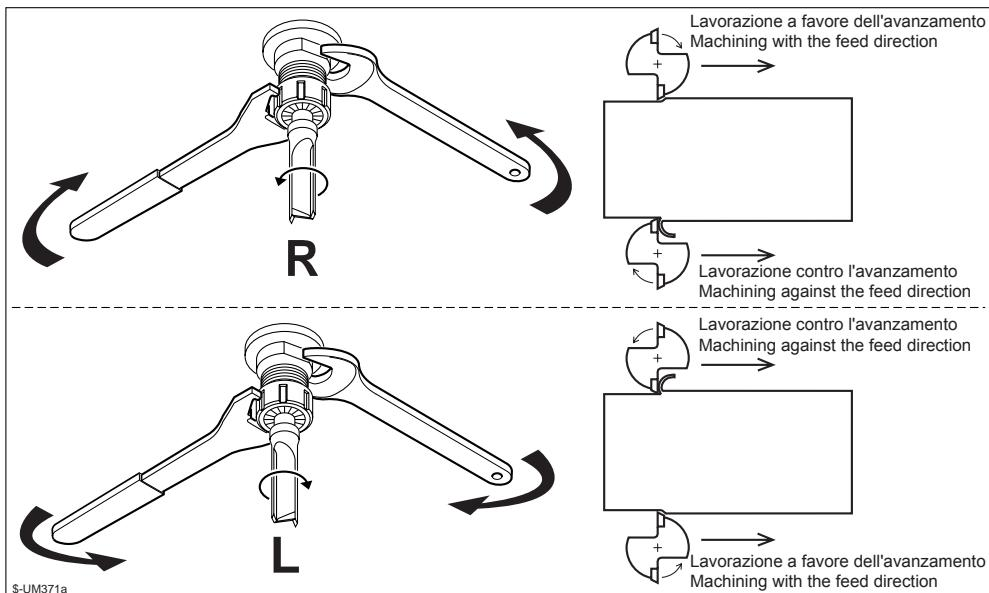

Fig. 1.8.3a
- Nel montaggio degli utensili controllare che le ghiere o viti di serraggio non tendano a svitarsi durante la lavorazione (un utensile con rotazione destra prevede sistemi di fissaggio con filettature destre, mentre un utensile con rotazione sinistra prevede sistemi di fissaggio con filettature sinistre: in figura 1.8.3a è indicato il corretto metodo di serraggio di un utensile) ; controllare anche che il senso di lavorazione sia coerente con la rotazione dell'utensile (vedi fig. 1.8.3a).